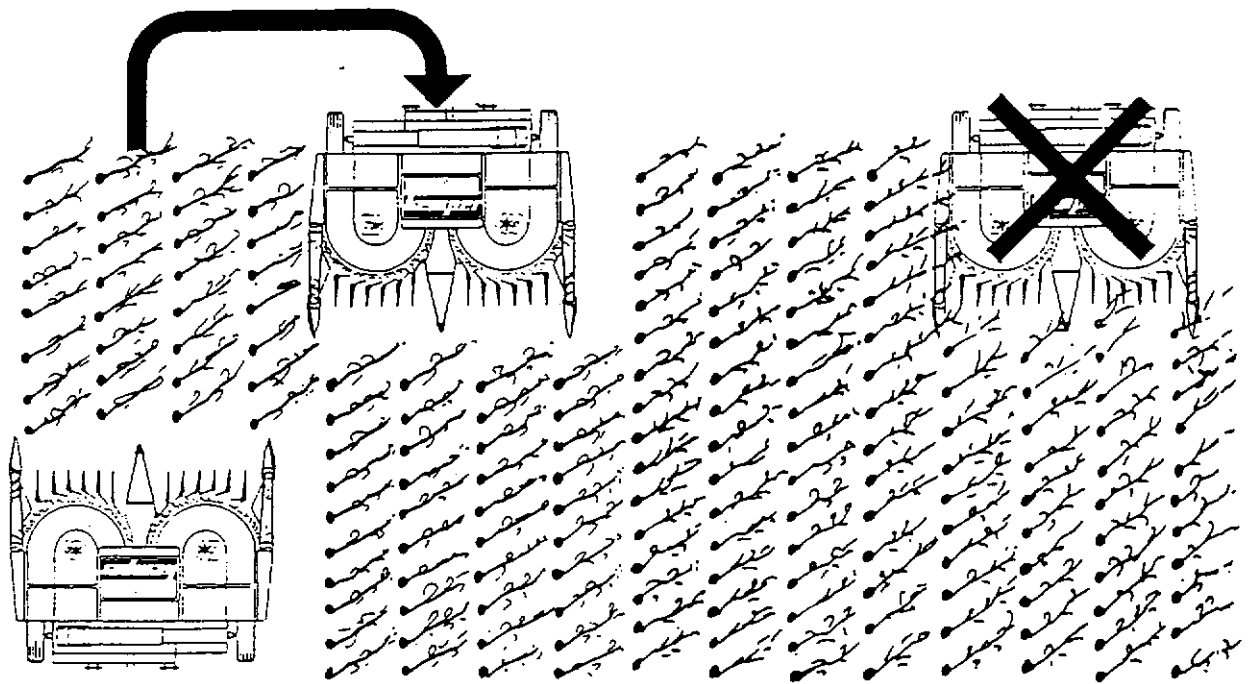

Bild 17
5. In den meisten Fällen ist es am Besten, den Bestand quer zur Lagerichtung anzufahren (siehe Bild 17). In schwierigen Verhältnissen wird im Wendeverfahren geerntet (wie mit dem Drehflug). Wenn man mit dem Halnteiler den Lagermais anhebt, entstehen vor den Einzugstrommeln zwei Fließrichtungen.